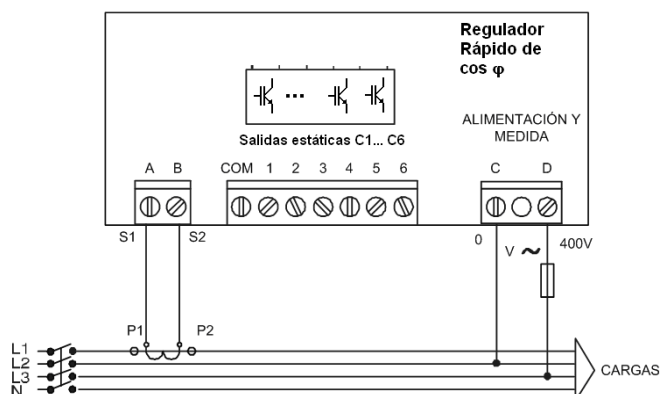

Fig. 6-2 .- Conexión de un regulador con un solo TC
- Comprobar la indicación de $\cos \varphi$ del regulador. Si la indicación está fuera del rango 0,5 a 1, existe la sospecha de que el transformador de corriente y / o la alimentación del regulador estén mal conectados. La mayoría de reguladores usan un solo transformador de corriente. En ese caso conectar según la fig. 6-2 (colocar el transformador de corriente en la fase L1 y la alimentación de tensión tomarla de las fases L2 y L3)